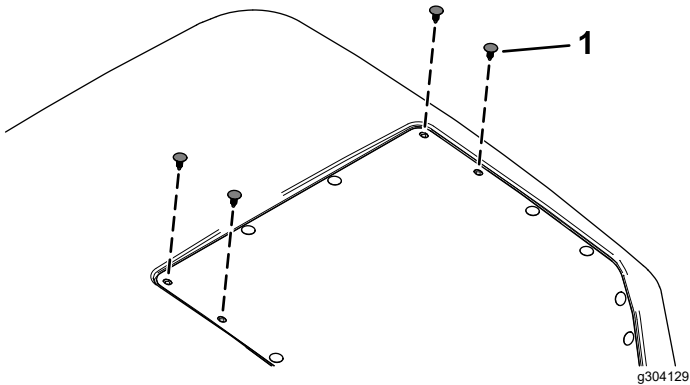

Figure 27
6. Retirez les 4 obturateurs en plastique du capot, comme montré à la Figure 27.